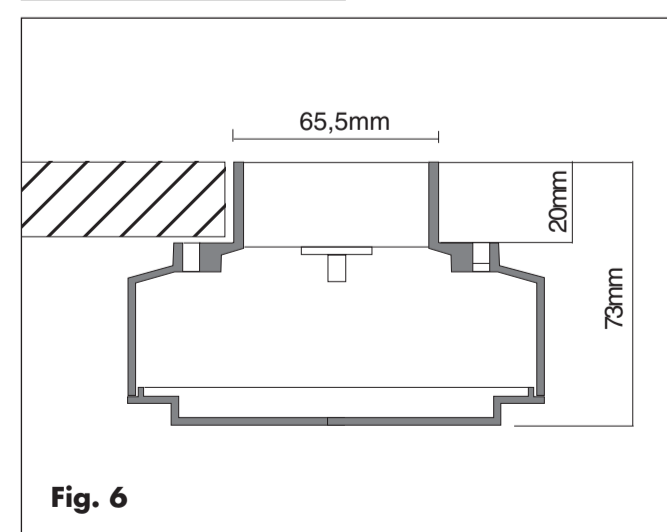

Fig. 6
1. Das Loch für das äußeres Gehäuse der Leuchte machen und abputzen (fig. 6).
1. Hacer el agujero para el cuerpo externo y enlucir (fig. 6).
1. Predisporre la sede per il pozzetto dell'apparecchio e murare a filo intonaco (fig. 6).
1. Make and plaster the hole for the external housing of the light fixture (fig. 6).
1. Faire et enduire le trou pour le puisard de l'appareil (fig. 6).